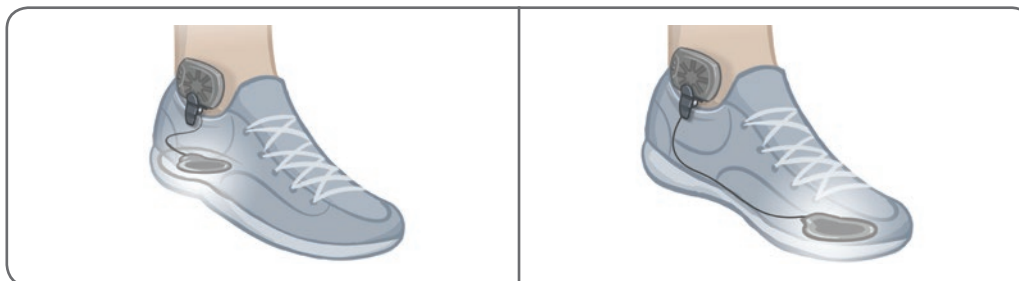

Ilustración 8-15: Posición final del sensor de pie sujeto al calzado
5. Sujete la pinza del transmisor del sensor de pie en el borde interno del calzado. El logotipo de la estrella del transmisor debe quedar mirando en dirección opuesta al tobillo. Consulte la ilustración 8-15.
6. Cubra el sensor de presión con la plantilla. Si sobresale una parte del cable, pliéguelo y métalo debajo de la plantilla. Consulte la ilustración 8-15.